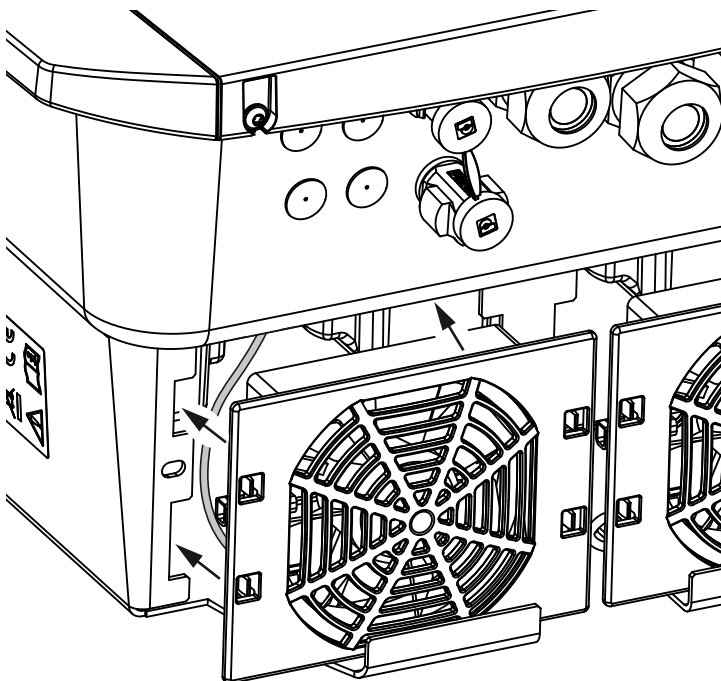

Fig. 56: Montaje del ventilador
- que el ventilador se haya montado correctamente en el bastidor del ventilador (sentido de la corriente de aire) **Fig. 56**